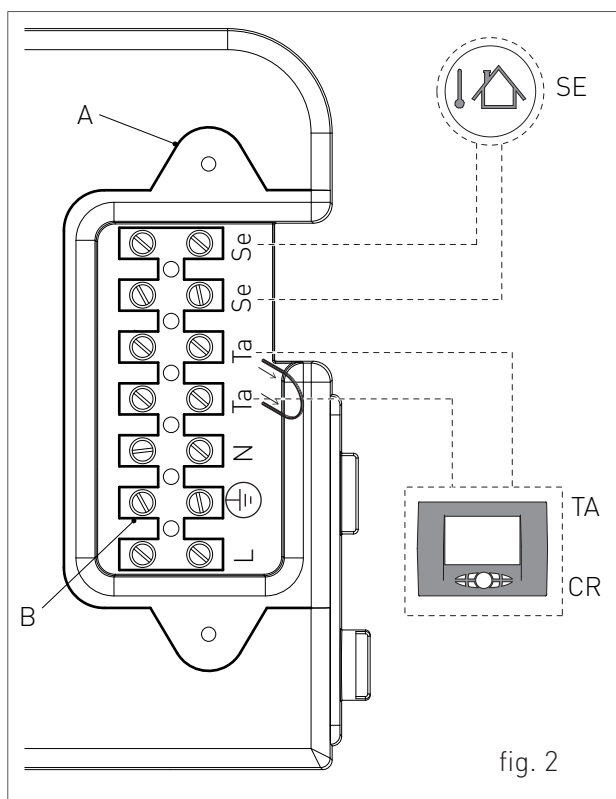

fig. 2
- › retirar el panel frontal de la caldera (ver capítulo ACCESO A LA CALDERA; soltar los tornillos y retirar la cubierta "A" (ver fig. 2).
- › una vez retirada la cubierta, conectar los cables eléctricos al terminal "B" (ver fig. 2)